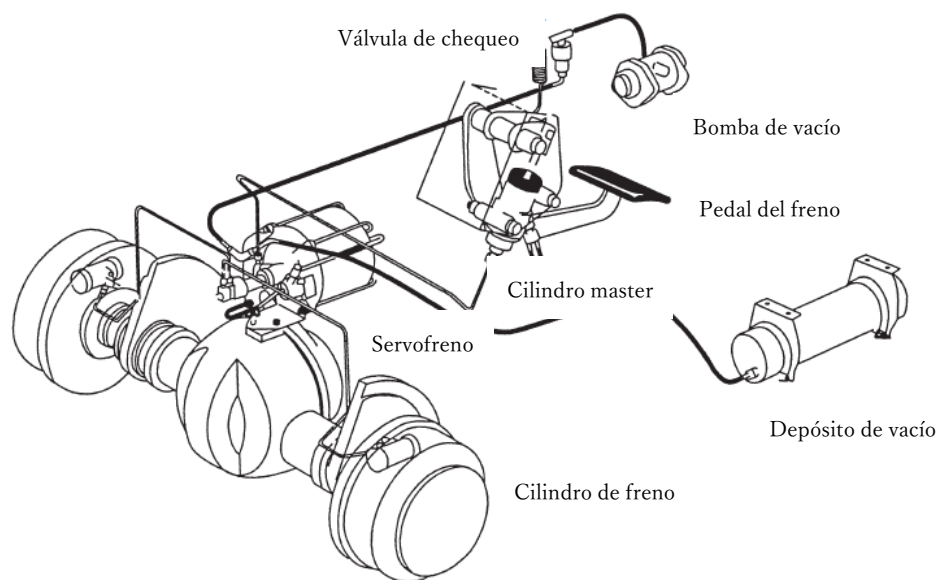

Figura 2-30 Eje. Equipo de refuerzo del freno (tipo servo de vacío)
(2) Tipo servo al vacío (Figura 2-30)